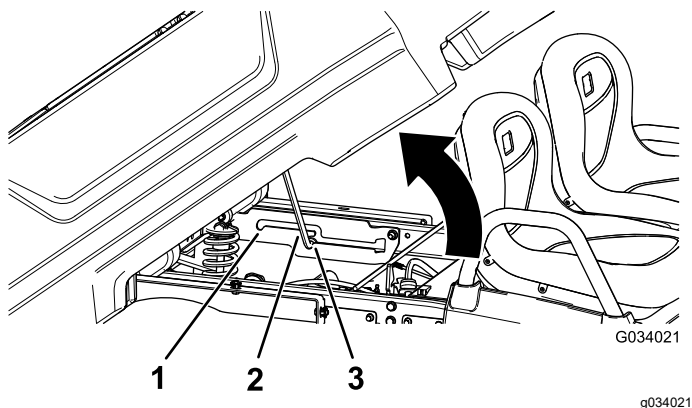

Figura 20
2. Tire de la varilla de sujeción hasta que entre en la ranura de retención de la posición de volquete, para afianzar la plataforma (Figura 20).
2. Tire de la varilla de sujeción hasta que entre en la ranura de retención de la posición de servicio, para afianzar la plataforma mientras se realizan tareas de mantenimiento (Figura 20).
2. Extraiga la varilla de sujeción de la ranura de retención (Figura 20).